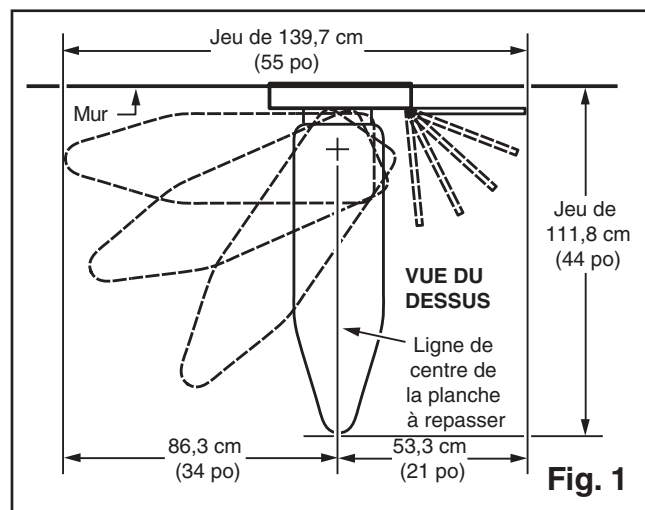

Fig. 1
1. Déterminez le lieu d'installation. (Fig. 1)